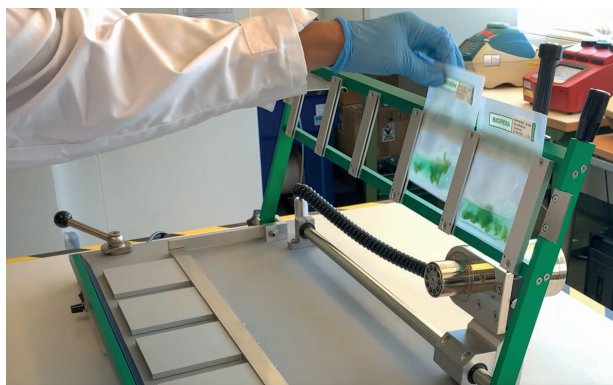

Fig. 2
- Insérez jusqu'à 5 sachets d'extraction dans le rack en position ouverte (voir Fig. 2).